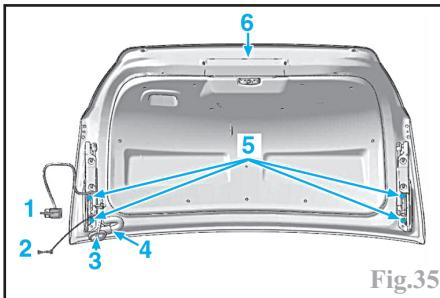

Fig.35
Débrancher le connecteur d'alimentation (1) (couvercle de coffre) (Fig.35).